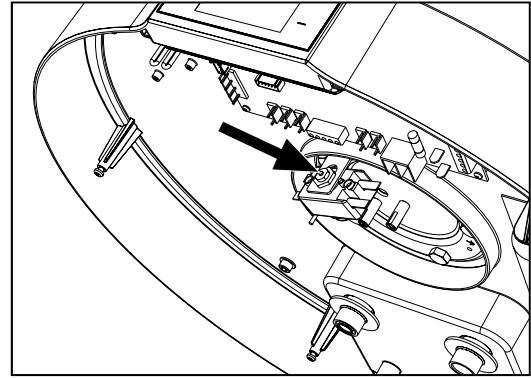

Abb. 65 - Zurücksetzen des Sicherheitsthermostats
- Setzen Sie das ausgelöste Sicherheitsthermostat manuell zurück (Abb. 65). Im Fall eines Auslösens steht der zentrale Stift des Thermostats um ungefähr 2 mm heraus.